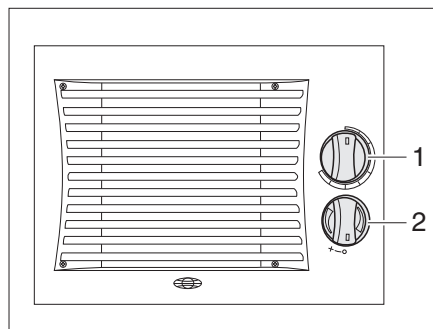

Fig. 187 Boutons de commande d'échangeur de chaleur supplémentaire
- Tourner le bouton tournant (Fig. 187,1) du régulateur de débit jusqu'à la position souhaitée. Le circuit d'eau est ouvert.
- Tourner l'interrupteur (Fig. 187,2) du ventilateur à air pulsé dans le sens des aiguilles d'une montre.
- Tourner l'interrupteur de soufflerie (Fig. 187,2) sur "O".
- Tourner entièrement le bouton tournant (Fig. 187,1) du régulateur de débit dans le sens inverse.